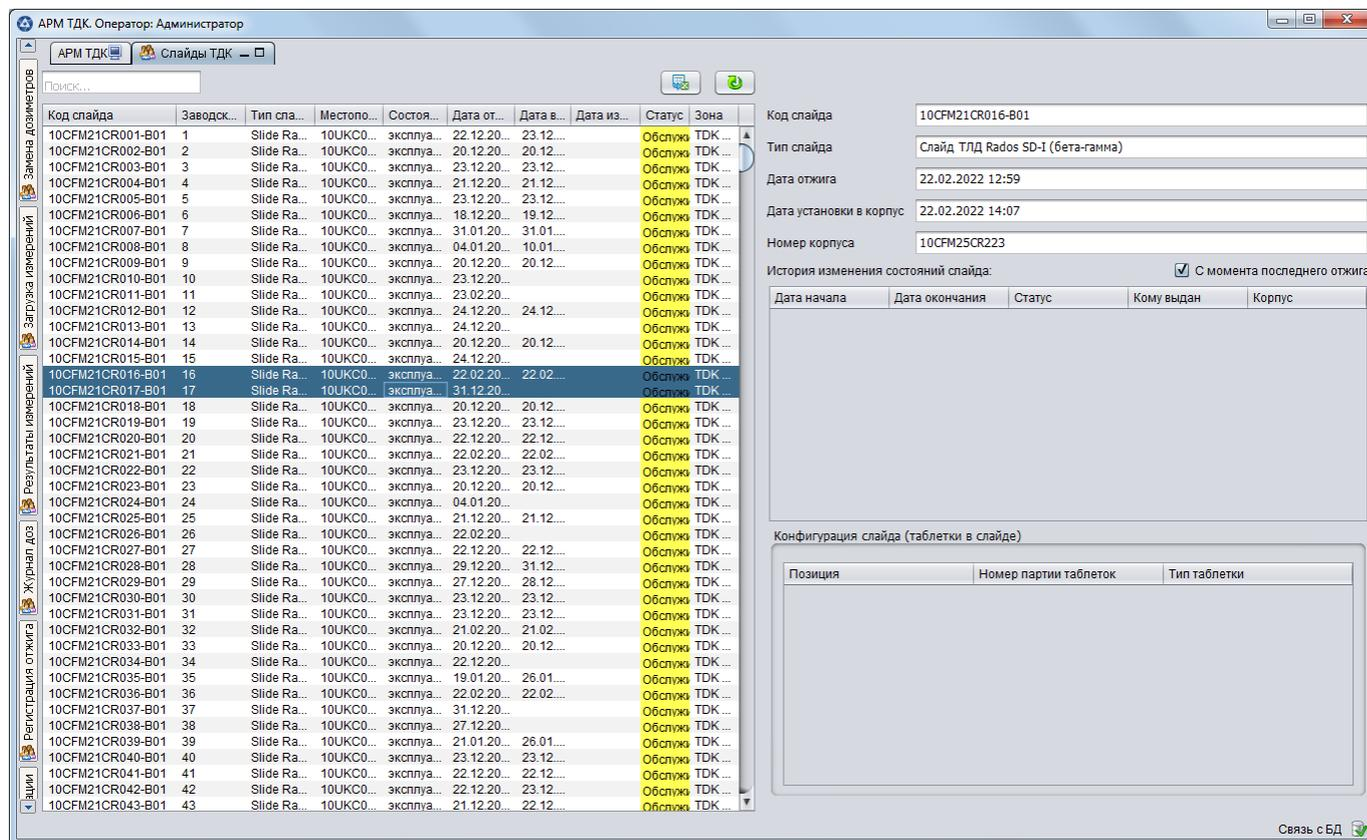

Рисунок 5
3.4.3.1. Панель «Слайды ТДК» предназначена для просмотра текущего состояния используемых слайдов. Состав панели «Слайды ТДК» приведен на рис. 5.